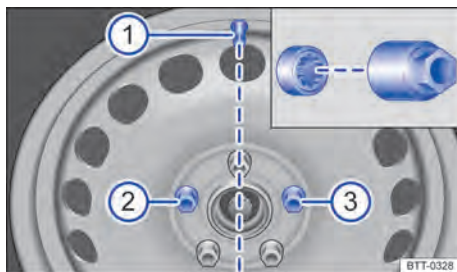

Fig. 254 Troca de roda: válvula do pneu ① e posições de montagem do parafuso de roda antifurto ② ou ③.
O parafuso de roda antifurto deve estar aparafusado numa roda com calota integral na posição → Fig. 254 ② ou ③ em relação à posição da válvula do pneu ①. Do contrário, a calota integral não pode ser montada.